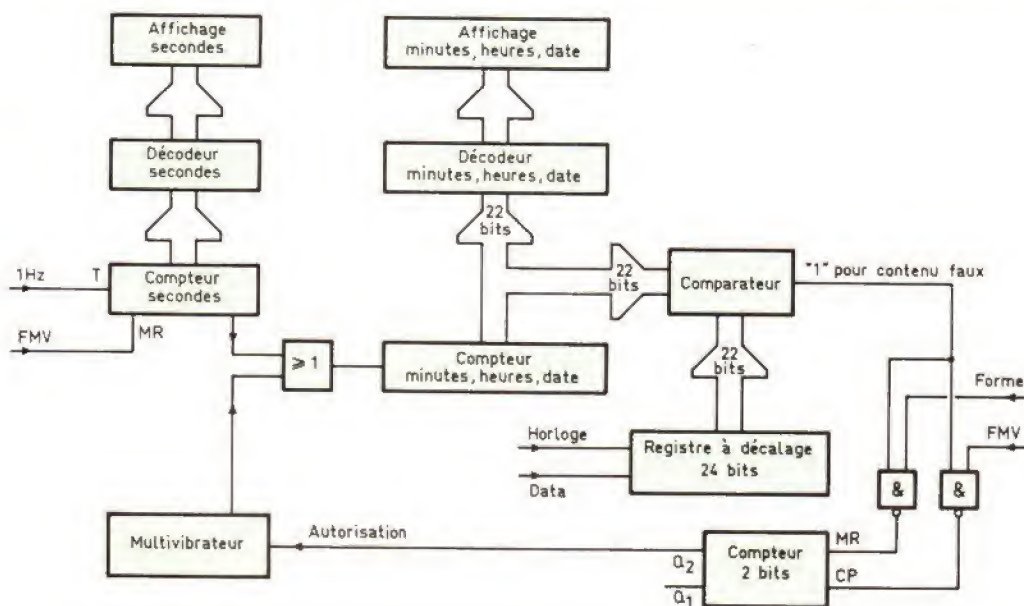

Fig. 28. - Synoptique de la platine 3, supportant les circuits d'acquisition de données, de comptage heure-date et d'affichage.
Le synoptique de la figure 28 montre que le compteur des secondes est autonome, sauf pour la remise à zéro (MR), ef-
Pour apprécier ce « deux fois de suite » on dispose (fig. 28) d'un compteur 2 bits que l'impulsion FMV incrémente chaque fois que le comparateur signale une différence de contenu. Cependant, ce
Ce multivibrateur se trouve commandé par la sortie Q2 d'un CD 4024, lequel matérialise le compteur 2 bits de la figure 28. Le circuit qui précède les entrées MR et CP n'en diffère que par une cellule de retard qui force MR à zéro au moment de la mise sous tension. Du fait de la porte qui la précède, l'entrée MR ne peut quitter le niveau « 1 » que quand C2 s'est suffisamment chargé, via R13 et D35. Ce délai est suffisant pour que soient terminées les convulsions de mise en route dont l'entrée CP peut être le siège.